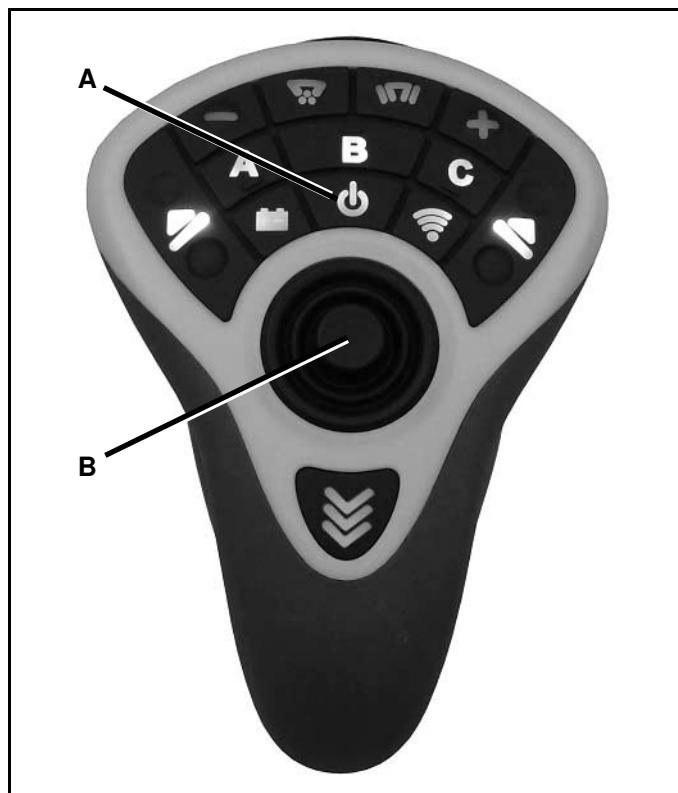

Abb. 1-11
1. Die mittlere Taste direkt über dem Joystick (Abb. 1-11, A) ist die Ein-/Aus-Taste. Drücken Sie die Power-Taste für drei Sekunden, um die Steuerung einzuschalten. Um sie wieder auszuschalten drücken Sie die Power-Taste erneut und so lange bis die Hintergrundbeleuchtung erlischt.
2. Die Joystick-Taste in der Mitte des ProControl II™-Senders (Abb. 1-11, B) aktiviert die Funktionen Anheben, Absenken, Schwenken nach links und rechts. Durch Drücken des Joysticks nach vorn (zur Oberseite hin) wird der Schneepflug abgesenkt. Durch Ziehen des Joysticks nach unten wird der Schneepflug angehoben. Dies ist die Werkereinstellung für die Steuerung. Die Steuerung kann so programmiert werden, dass die Anhebe- und Absenkefunktionen umgekehrt werden. D. h. wenn der Joystick nach vorn gedrückt wird, hebt sich der Schneepflug, und wenn der Joystick nach hinten gezogen wird, senkt sich der Schneepflug ab (Siehe Schritt 4).